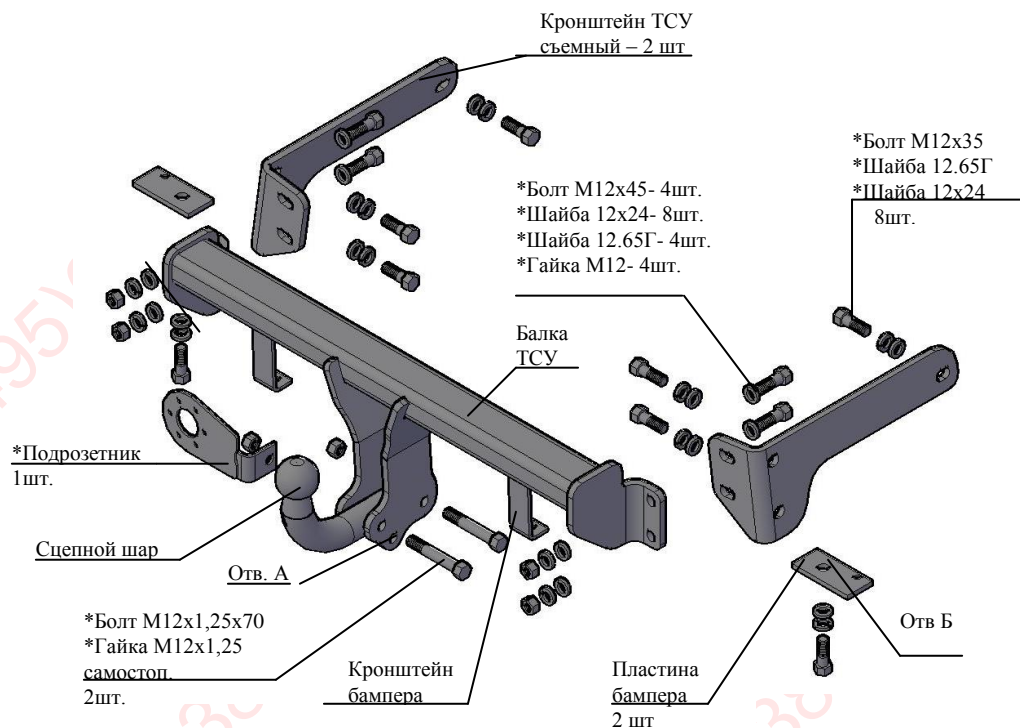

Рис.1 Тягово-сцепное устройство 9431
2.1 ТСУ 9431 в сборе (рис.1)	1 шт.
2.2 Пакет с комплектующими (см. рис.1)	1 шт.